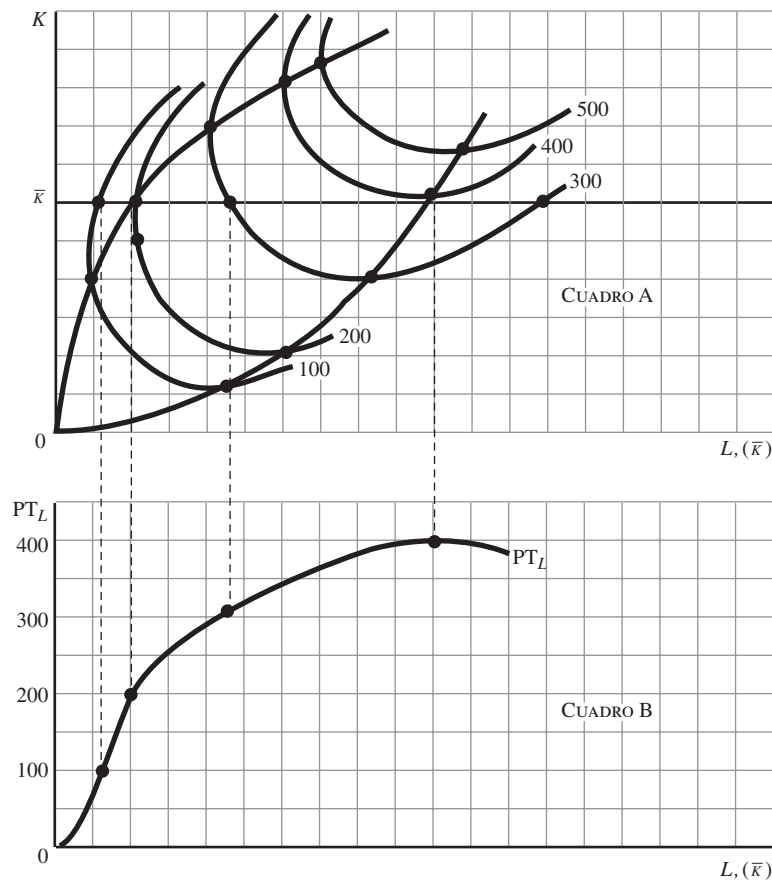

Figura 6-17
- a) Fijar la cantidad de capital utilizado en un nivel específico (\bar{K}) y aumentar la cantidad de trabajo por unidad de tiempo, corresponde a un movimiento de izquierda a derecha a lo largo de la línea paralela a y por arriba del eje horizontal del cuadro A del siguiente mapa de isocuantas (figura 6-17). A medida que hay un recorrido de izquierda a derecha a lo largo de esta línea, se pasa por isocuantas cada vez más altas hasta cierto punto. Al registrar la cantidad de trabajo utilizado (con la cantidad fija de capital) y las cantidades correspondientes de la producción total se puede elaborar la curva PT_L que se muestra en el cuadro B en la figura 6-17. Esto hace regresar al análisis de corto plazo. Si la cantidad de capital utilizado se fija en un nivel diferente se obtiene una curva PT_L distinta.